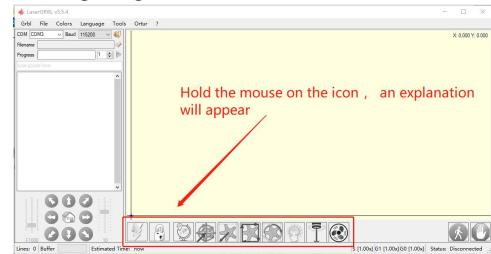

Bild 5: Software-Taste
2. Als nächstes laden wir die benutzerdefinierten Schaltflächen in die LaserGRBL-Software. Klicken Sie in der LaserGRBL-Software mit der rechten Maustaste auf das leere Feld neben der unteren Schaltfläche (wie in Abbildung 3 gezeigt) -> Benutzerdefinierte Schaltfläche importieren, wählen Sie dann die ZIP-Datei für die benutzerdefinierte Schaltfläche, die zum Importieren heruntergeladen hat, und drücken Sie Ja (Y), bis nein Fenster öffnet sich. (Bild 4、 Bild 5)